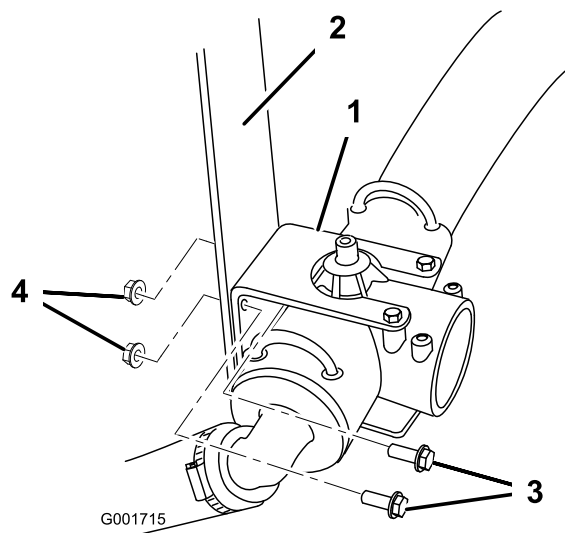

Figura 8
solamente:Desconecte el tubo rojo pequeño del manómetro del acoplamiento verde situado en la parte superior del acoplamiento en T (Figura 8).
3. Retire los dos pernos y las dos tuercas que sujetan el acoplamiento en T y el soporte del acoplamiento en T al vehículo (Figura 8). Guarde estos herrajes para su uso futuro.